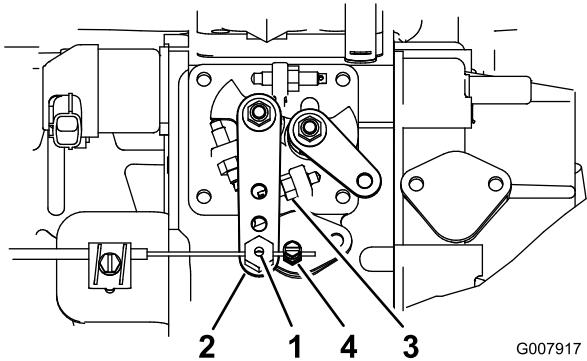

Figura 54
- Desaperte o dispositivo de ligação, no cabo do regulador, junto da alavanca da bomba de injecção (Figura 54).
- Mantenha a alavanca contra o travão de ralenti elevado (Figura 54).